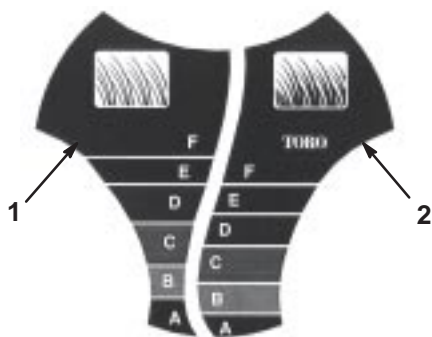

Figure 13
Le système *SmartWheel*™ comporte deux échelles de coupe : *Clairsemée/Normale* et *Drue*—de manière à garantir une hauteur de coupe adaptée quelle que soit la nature de l'herbe (Fig. 13). Utilisez principalement l'échelle *Clairsemée/Normale* pendant les mois d'été. L'échelle *Drue* est utilisée de préférence quand l'herbe est drue et humide, généralement au printemps.
2. Amenez la tondeuse sur la surface de travail, arrêtez-vous quand le dessin *SmartWheel* est vertical sur l'une des roues arrière (Fig. 13).